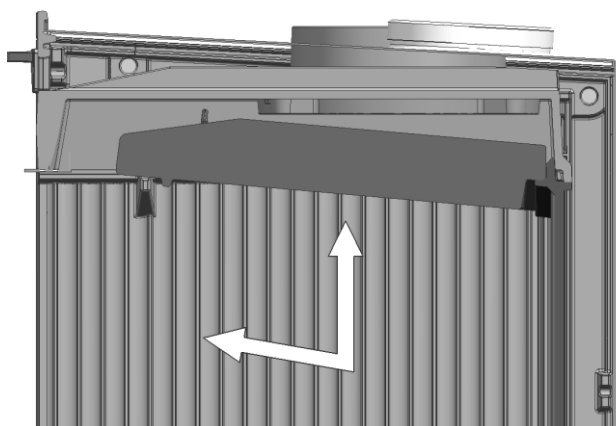

Fig. 1
1. A –Deslizar la placa deflector hacia delante y hacia arriba hasta sacar los pivotes de los laterales de los alojamientos del propio deflector (Fig.1)